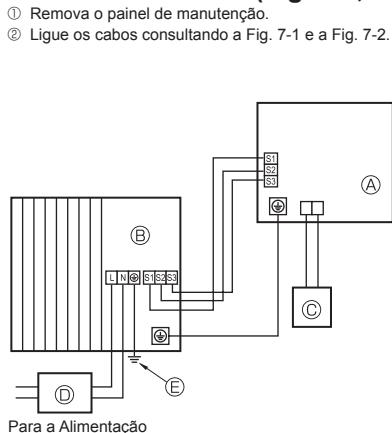
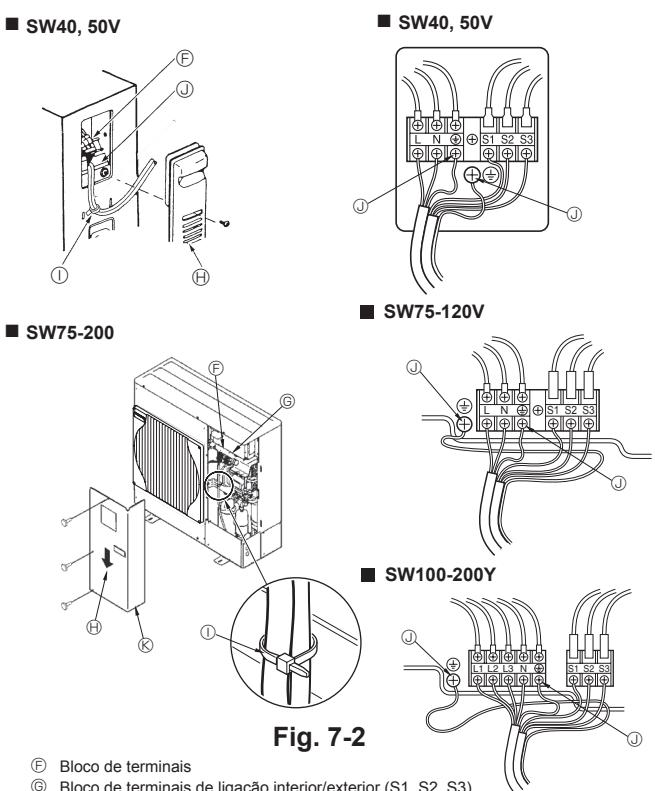

Fig. 7-1
Fig. 7-2
7.1. Unidade exterior (Fig. 7-1, Fig. 7-2)